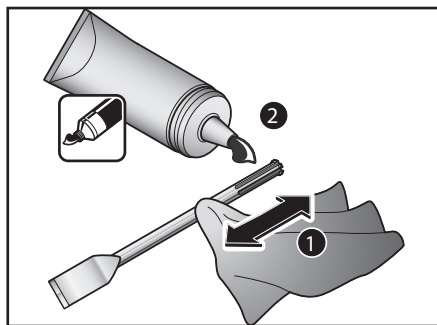

Abb. 6
- Reinigen Sie den SDS-Schaft des Werkzeugs gründlich mit einem Tuch, ggf. trocknen Sie ihn ab und fetten Sie ihn angemessen ein, siehe Abb. 6.